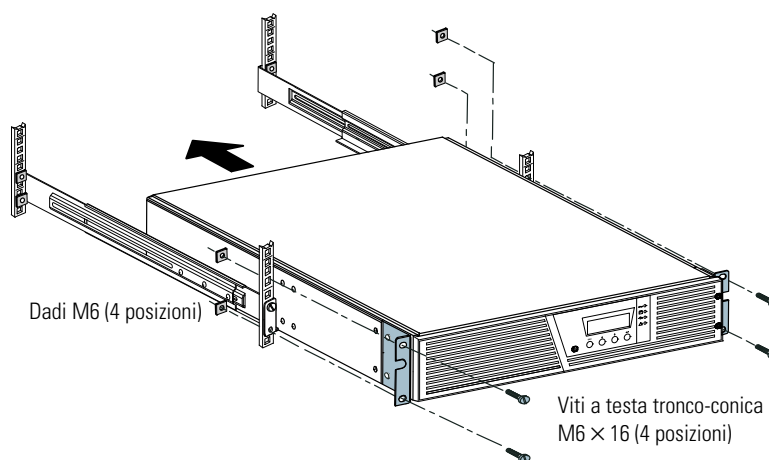

**Figura 6. Installazione dei supporti di montaggio (vista anteriore)**
9. Allineare i supporti di montaggio con i fori a vite su ogni lato dell'UPS e fissarli con le viti a testa piatta M4 × 8 fornite (vedere Figura 6).